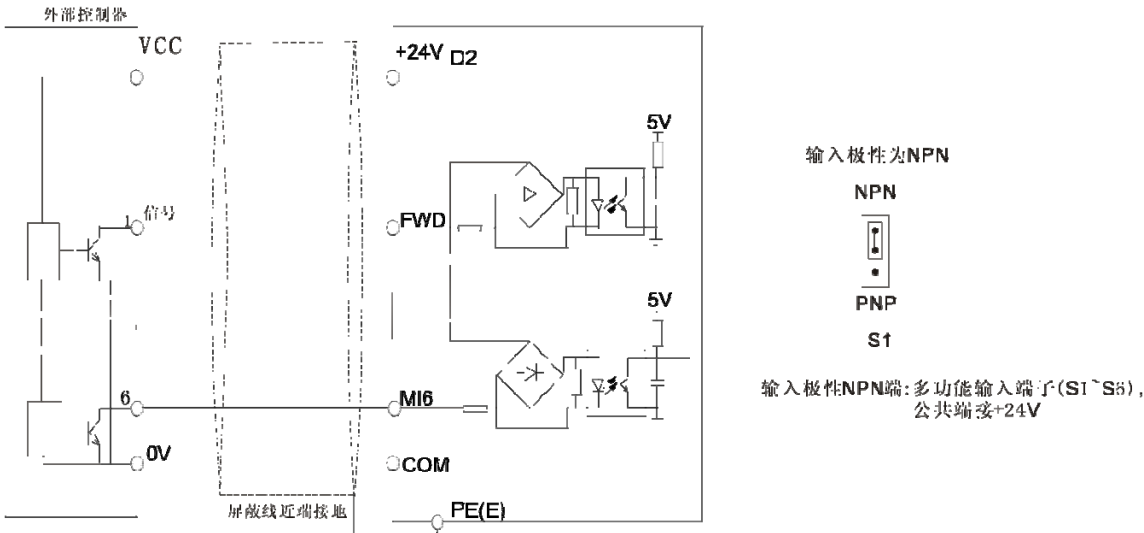

图 3—11 使用变频器内部+24V 电源的源极连接方式
② 使用变频器内部+24V电源，外部控制器为PNP型的共发射极输出的连接方式，如图3—12所示。